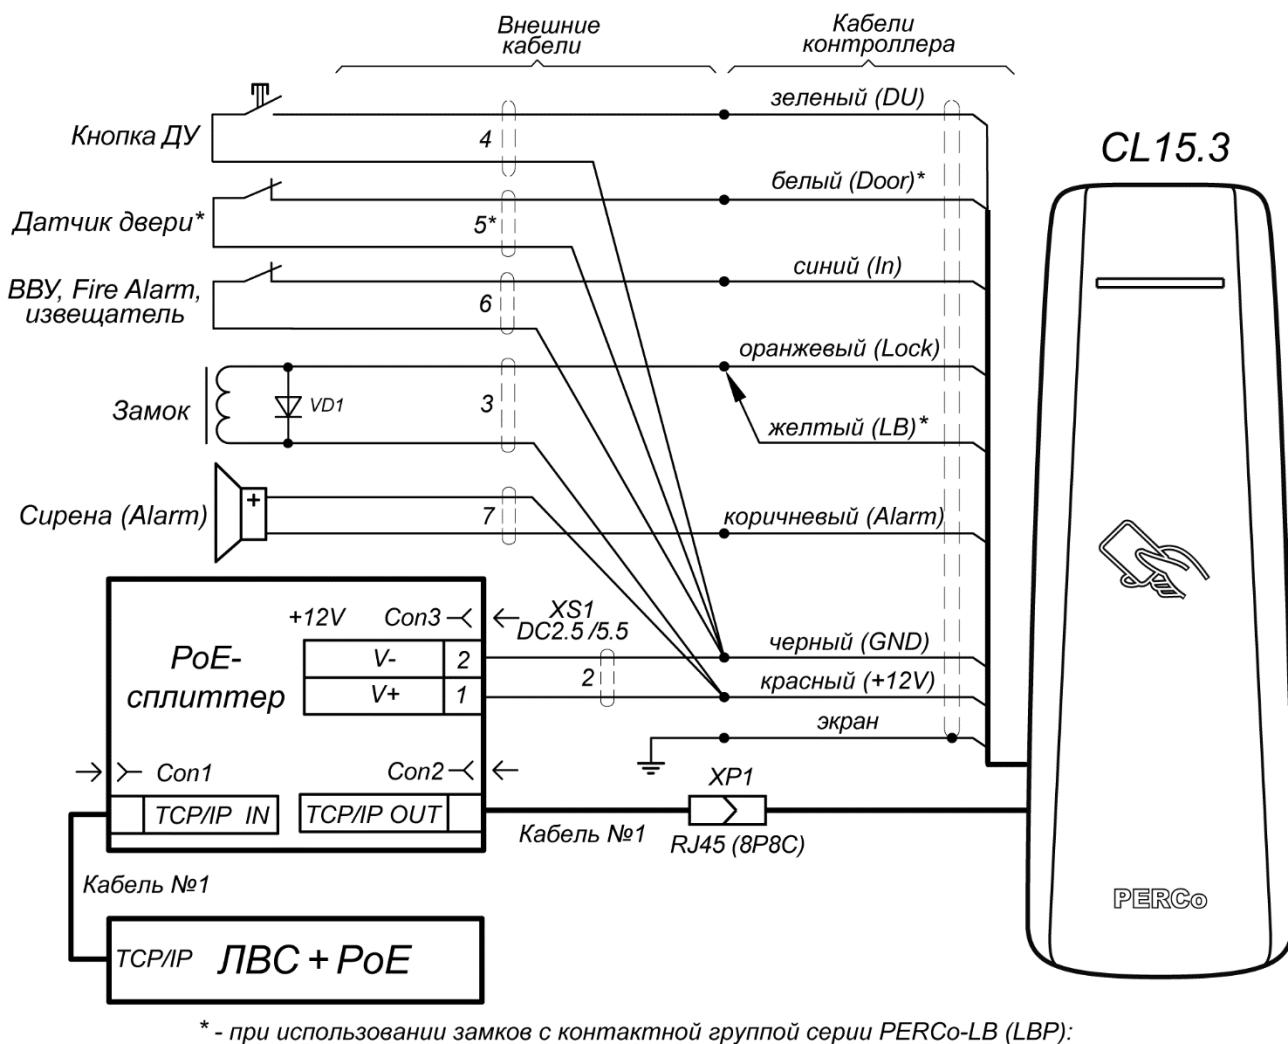

Рисунок 12. Схема подключения контроллера через PoE-сплиттер
- Подключите цепи питания контроллера к разъему **Con3** сплиттера. Схема подключения приведена на рис. 12 (остальные подключения – см. схему на рис. 3 - 10, штекер для подключения к разъему входит в комплект поставки сплиттера).